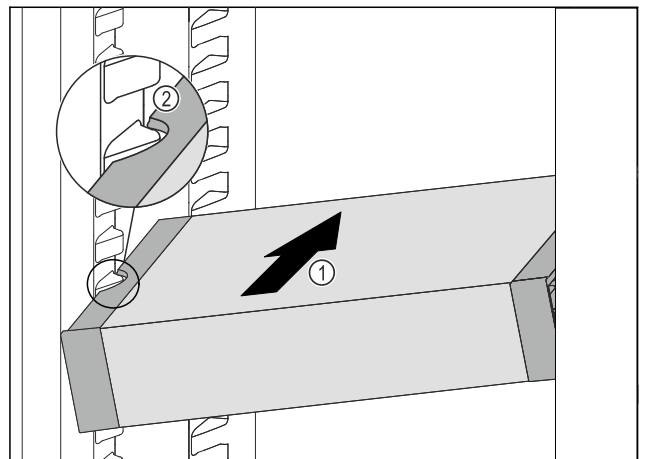

Fig. 119
- ▶ VarioSafe schräg in das Kühlteil einschieben Fig. 119 (1), bis sich die seitlichen Aussparungen Fig. 119 (2) des VarioSafes auf Höhe der Behälterrippe im Kühlteil befinden.